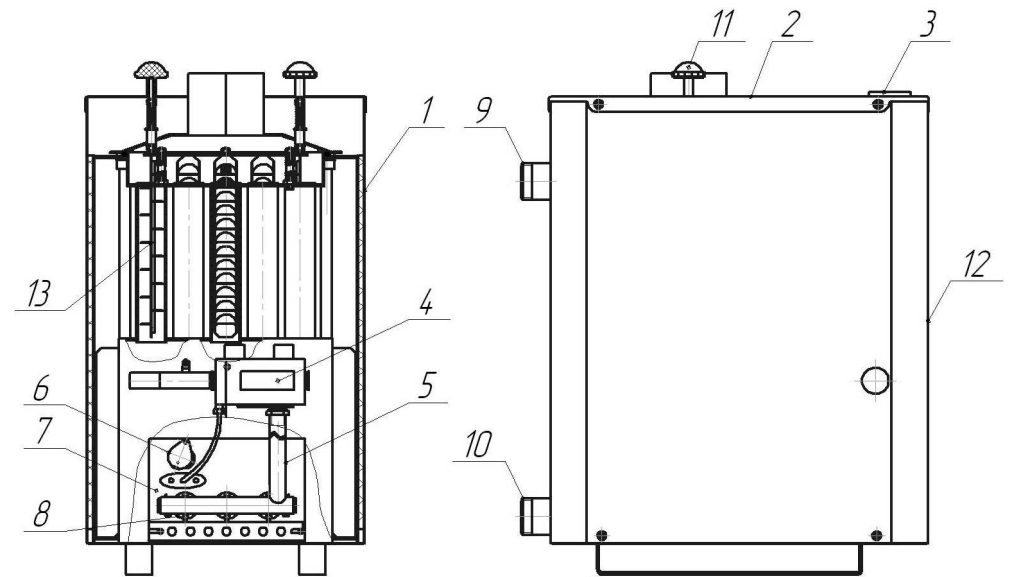

Рис.1 Устройство котла КС-Г-___ (дверка поз.14 условно снята)
Котел отопительный стальной (рис. 1) представляет собой сварную конструкцию цилиндрической формы, состоящую из топки, теплоизоляции и декоративного кожуха.
8.2 Для очистки дымовых каналов от сажистых отложений в конструкции котла предусмотрены движущие турбулизаторы рис.1. поз. 13 которые приходят в действия при одновременном нажатии на обе ручки поз. 11. Данную очистку следует проводить в случае ухудшения тяги, а также периодически в целях профилактики.